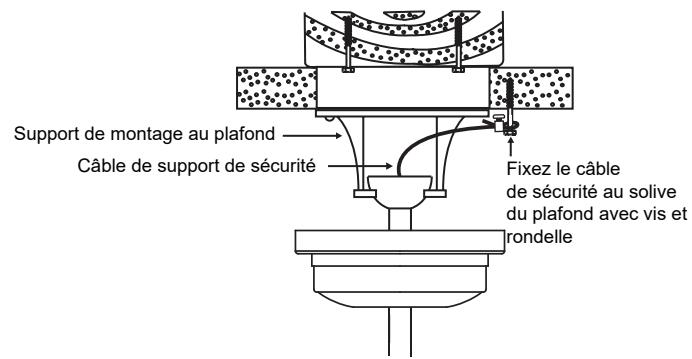

Fig. 10
**Étape 1.** Fixez la vis à bois et les rondelles fournies à la solive du plafond à côté du support de montage sans serrer. (**Fig. 10**)